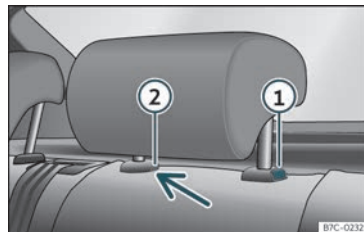

Abb. 103 Kopfstützen hinten: Ausbau.
- Drücken Sie die Taste » Abb. 103 ① und gleichzeitig mit einem Schlitzschraubendreher (Breite max. 5 mm) in die Öffnung der Verriegelung ② und ziehen Sie die Kopfstütze heraus.